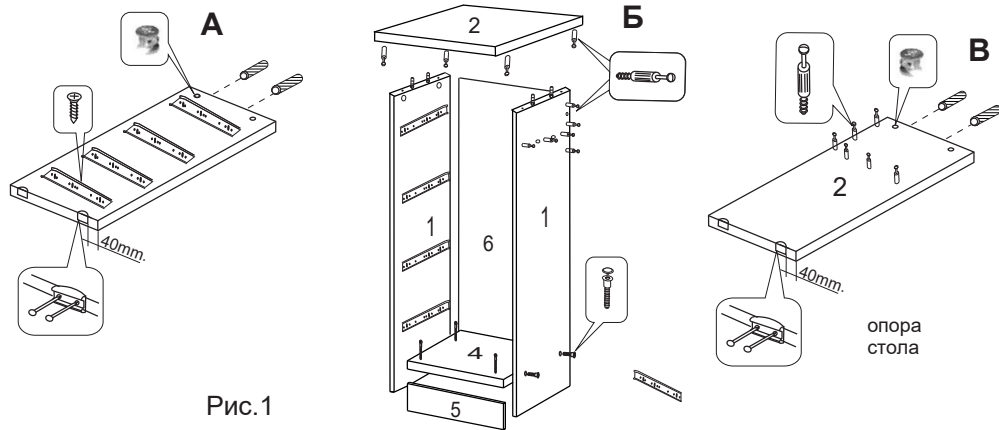

Рис.1
Установите шканты (Ф-8) в торцевые отверстия, а в отверстия диаметром 15 мм вставьте эксцентрики (Ф-2) (рис. 1А)
4. Затем, к собранной конструкции присоедините сначала одну боковую стенку с помощью конфирматов (Ф-7) рис.1. Далее, заведите заднюю стенку (дет.6) в пазы бока и пола. Потом установите второй бок, также с помощью конфирматов и заведя заднюю стенку в паз. Присоедините боковые стенки таким образом, чтобы правая боковина тумбы имела на наружной поверхности 10 отверстий (рис. 1Б) и в отверстия диаметром 5мм вверните винты (Ф-1).
Таким же образом вверните винты (Ф-1) в отверстия на опоре стола (рис. 1В).
1. Вбейте футорку пластиковую при помощи молотка/киянки в отверстия под петли (дет. №11) рис. 1.